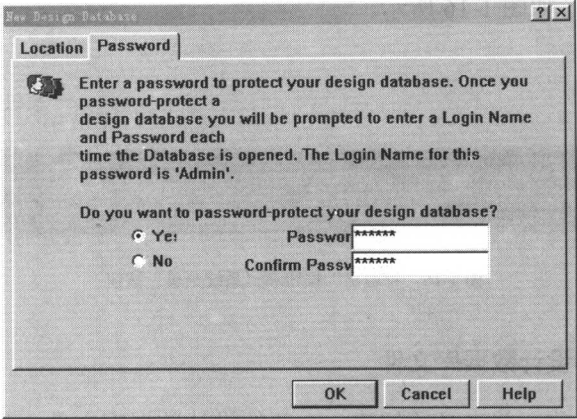

图 1-19 数据库文件密码设置选项卡
(3) 单击 **Password** 按钮，系统弹出密码设置选项卡，选择 “Yes” 单选项，并在 Password 和 Confirm Password 编辑框中输入相同的密码 “123456”，单击 “OK” 按钮，如图 1-19 所示，即在 C 盘 PROTEL 文件夹中创建了名为 device.ddb 的数据库文件，并且为该数据库文件设置了密码。